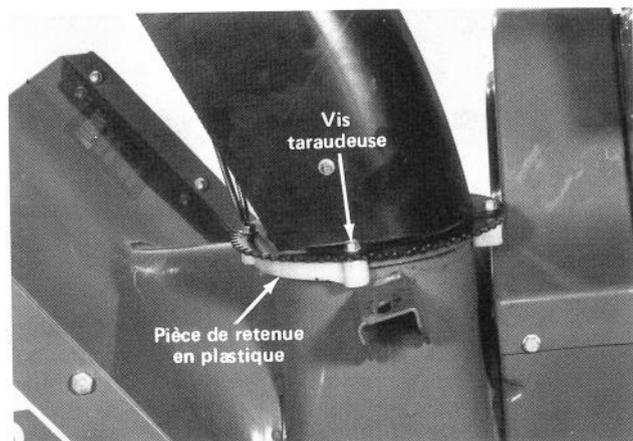

Figure 10
4. Placez l'éjecteur — l'ouverture en avant — sur l'anneau de retenue et alignez les trous. Ensuite, fixez ensemble l'éjecteur, l'anneau de retenue et les pièces de retenue à l'aide de trois vis taraudeuses (Fig. 10).